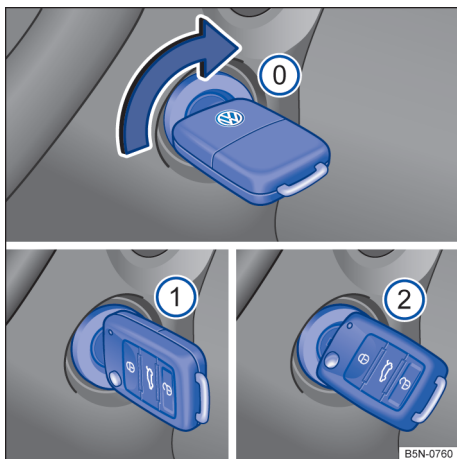

Fig. 99 Ao lado do volante à direita: posições da chave do veículo no cilindro da ignição.
Posições da chave do veículo → Fig. 99:
- Girar a chave do veículo para a posição → Fig. 99 1. A ignição está ligada.
- Girar a chave do veículo no cilindro da ignição para a posição → Fig. 99 ② – não acelerar.
Se o motor não der partida, nunca utilizar o motor de partida com a marcha engatada e com a chave do veículo na posição → Fig. 99 ② para conduzir ou puxar, por exemplo, se o tanque de combustível estiver vazio. O motor de partida pode ser danificado.
- Girar a chave do veículo no cilindro da ignição para a posição → Fig. 99 ①.